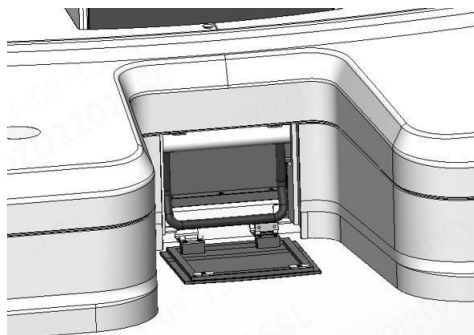

Figura 3.2 Abrindo a tampa frontal da Plataforma do Paciente
1. Conforme mostrado na Figura 3.2, localize a posição marcada em frente à base da Plataforma do Paciente e abra a tampa;